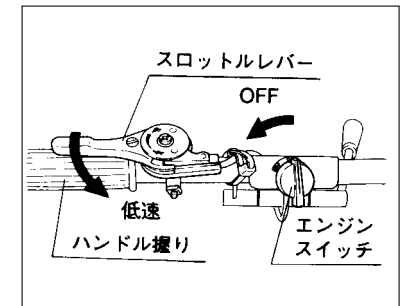

図12
2. スロットルレバーを低速にする。(図12)
4. エンジンスイッチを「OFF」にする。(図12)